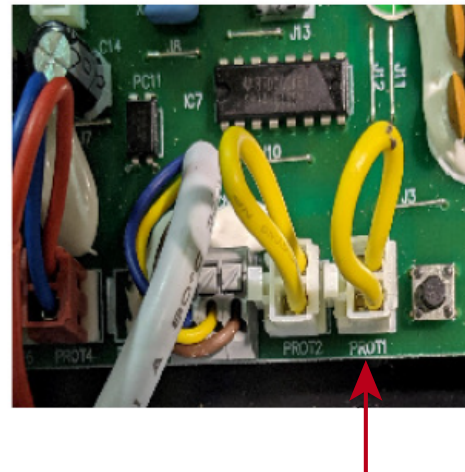

Figure 19. Installation du câble du contrôleur d'automatisation
5. Pour installer le câble de contrôleur d'automatisation, couper et épisser le fil cavalier JAUNE du terminal **PROT1** au câble du contrôleur d'automatisation. Voir **Figure 19**.